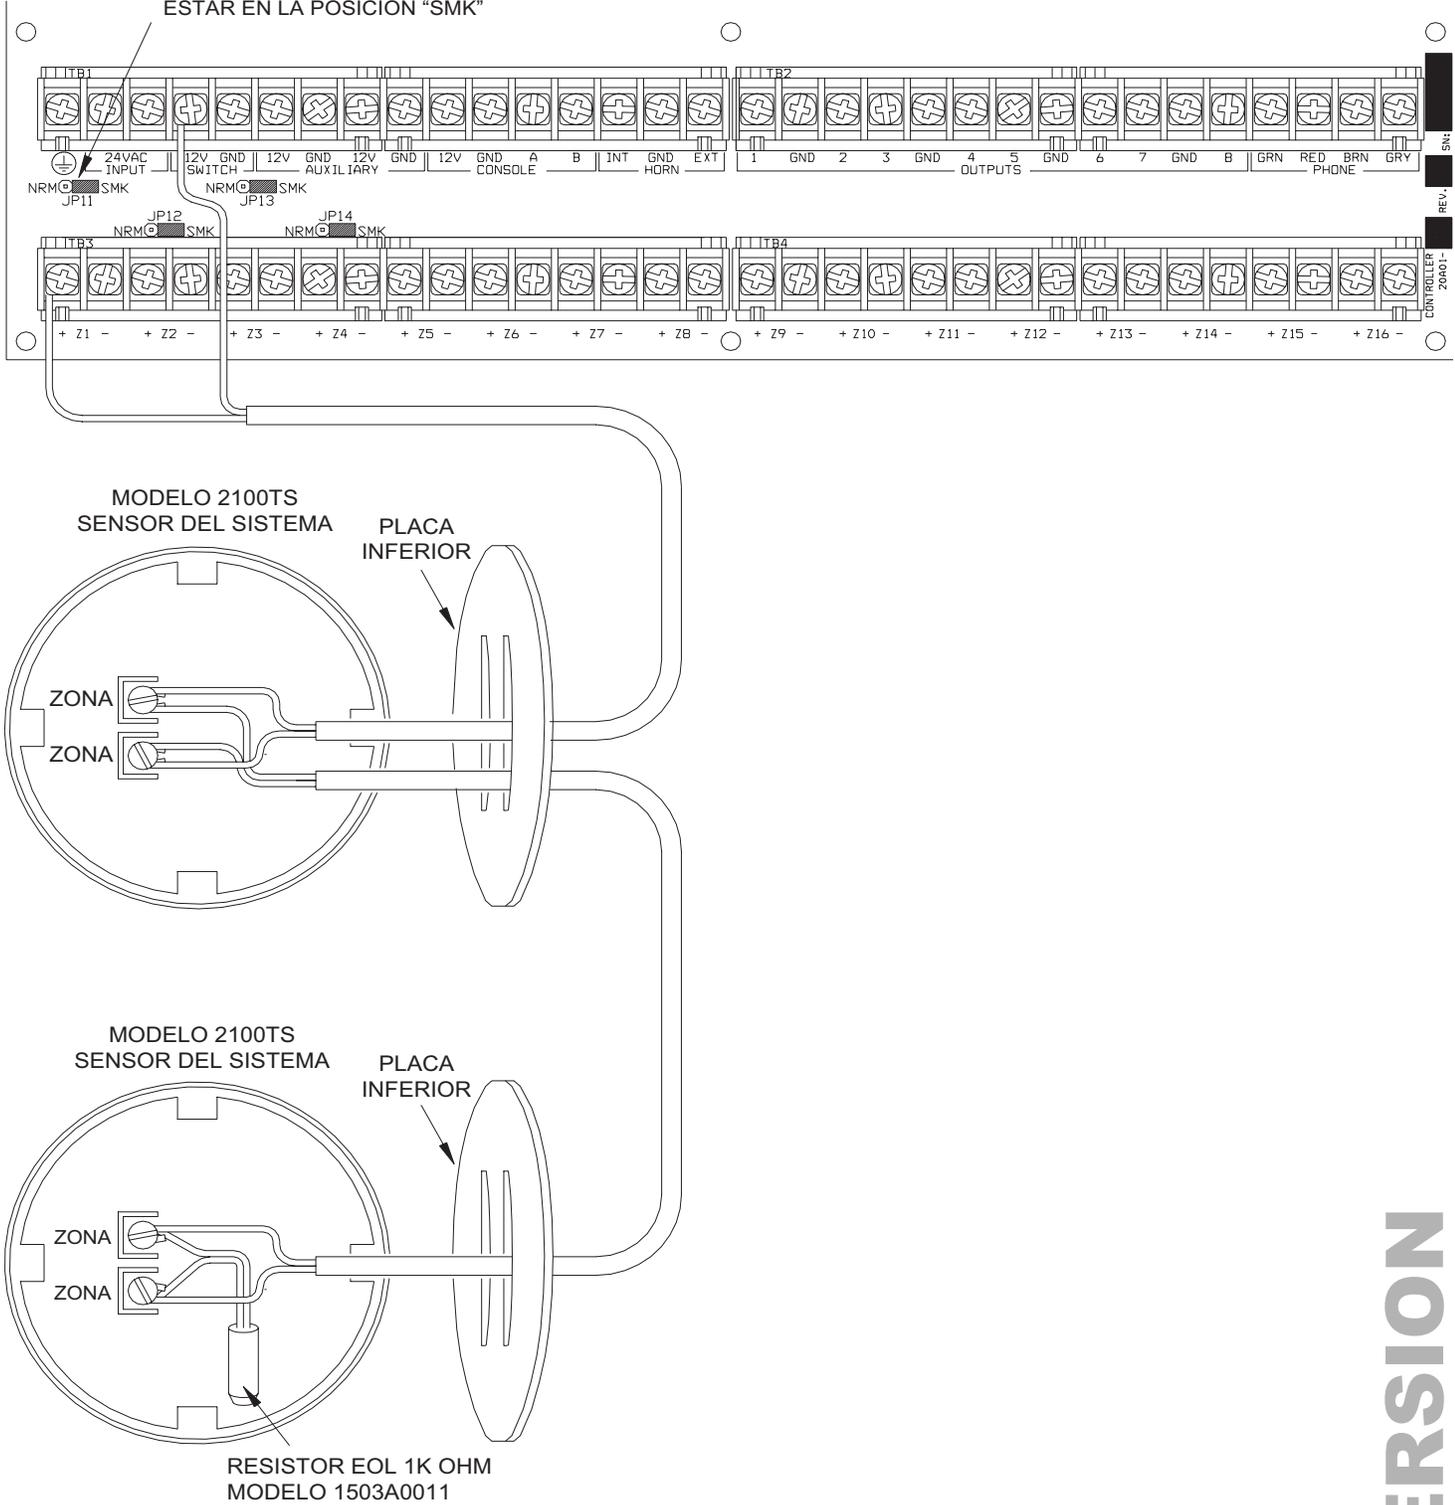

FIGURA 3 - CONEXIONES DE DOS HILOS DE LA ZONA DE INCENDIO
4. Para esta configuración, consulte la **FIGURA 3 (CONEXIONES DE ZONA DE INCENDIO, DOS HILOS)**.